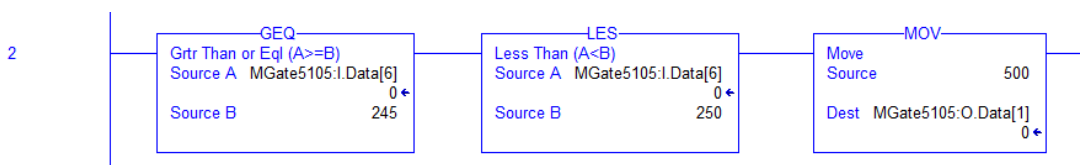

Рис.42
2.3.3 Добавить уровень 2. Вставьте инструкцию **GEQ** на созданный уровень. В качестве источника А введите **MGate5105:I.Data[6]**, источник В – 245. Вставьте инструкцию **LES** на уровень 2 и введите источник А **MGate5105:I.Data[6]**, источник В – 250. Вставьте инструкцию **MOV** на этот же уровень и присвойте значение источнику (Source) – 500, а получателю (Dest) - **MGate5105:O.Data[1]** (Рис.42).